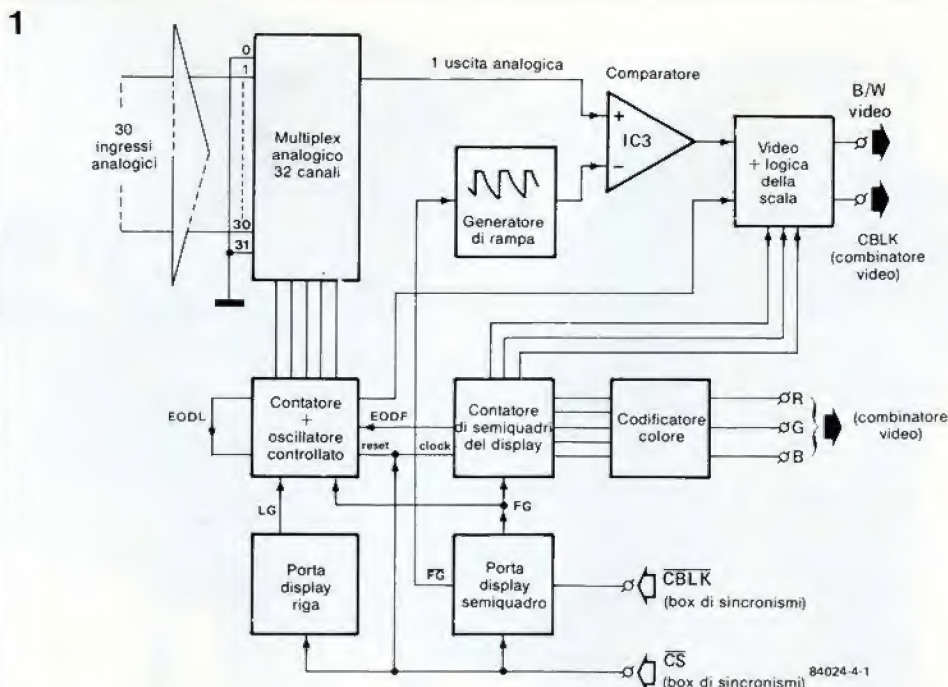

Figura 1. Il funzionamento del circuito può essere chiaramente compreso osservando lo schema a blocchi qui pubblicato.
Il disegno di Figura 1 mostra lo schema a blocchi del circuito. Un circuito multiplex analogico a 32 canali combina tutti i segnali di ingresso (numero massimo possibile: 31) in un segnale complesso che deve essere poi elaborato in sincronismo con i segnali video. I segnali necessari per la sincronizzazione sono forniti dal box di sincronismi video pubblicato nel numero 61 di Elektor (giugno 1984). Il segnale di uscita dal multiplex viene inviato ad un comparatore veloce (IC3), il cui punto di commutazione viene definito dalla tensione di riferimento applicata all'ingresso invertente. Questa tensione segue una caratteristica a denti di sega esponenziale, che è un modo facile per ottenere una divisione logaritmica molto precisa ($\pm 1\%$). La tensione a denti di sega è sincronizzata alla frequenza di quadro del segnale video (50 Hz) mediante l'impulso di porta per la visualizzazione del semiquadro (FG); quest'ultimo viene generato dal segnale di sincronizzazione (CS) e dal segnale di cancellazione (CBLK). Il periodo totale della rampa equivale a circa 256 righe, perché questo è il numero di righe disponibili nel senso verticale per visualizzare i livelli di segnale. Il contatore dei semiquadri del display (DFC)